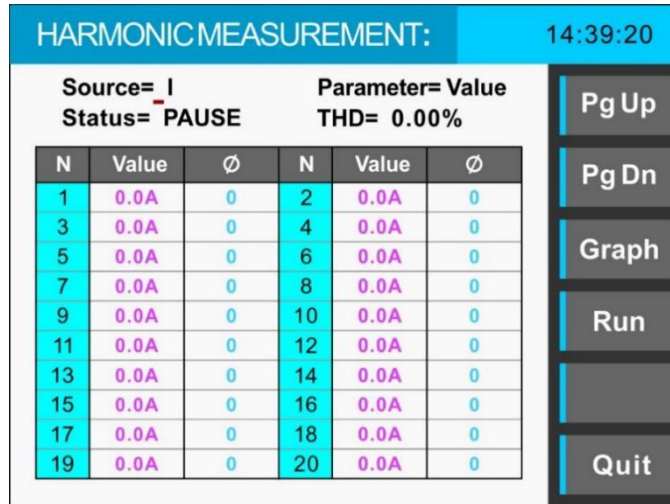

图3-17 谐波分析界面
通过前面板上的 **FUNC** 按键进入功能界面后，按下“Har”右侧的功能键即可进入谐波分析(Harmonic Measurement)的界面，如下图3-17所示：
- 1) 在已经输出的情况下，通过前面板上的 **FUNC** 按键进入功能界面^①。
- 2) 按下“Har”右侧的功能键即可进入谐波分析(Harmonic Measurement)的界面^②，如图3-17所示。通过旋钮选择所需要分析的对象:电流(Source=I)或者电压(Source=U)；设定谐波分量的显示方式：幅值(Parameter=Value)或者百分比(Parameter=Percent)。注意：更改后需按下**ENTER**键确保参数设定成功。
- 3) 按下“Run”右侧的功能键即可对电流或者电压波形进行谐波分析，此时“Run”会变为“Pause”。分析结果以步骤2)中设定的显示方式呈现于列表中，页面默认为1~20次谐波分析结果，按下“Pg Dn”右侧的功能键即可显示21~40次谐波分析结果，同时也可按下图3-17所示的“Graph”功能键将列表显示更改为柱状图显示方式。